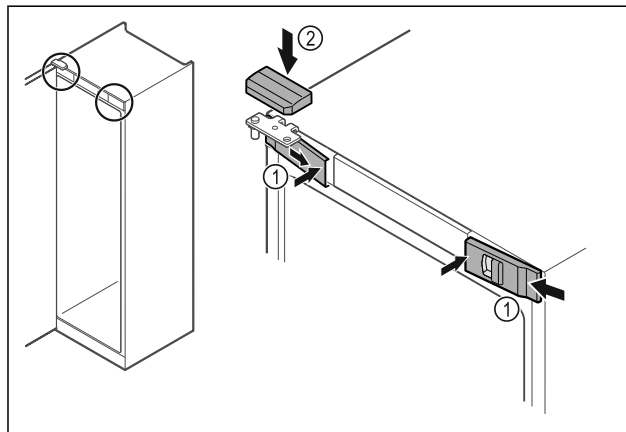

Fig. 44
- ▶ Z boku założyć przednie osłonki Fig. 44 (1) i zacześcić.
- ▶ Górną osłonkę Fig. 44 (2) zacześcić od góry.